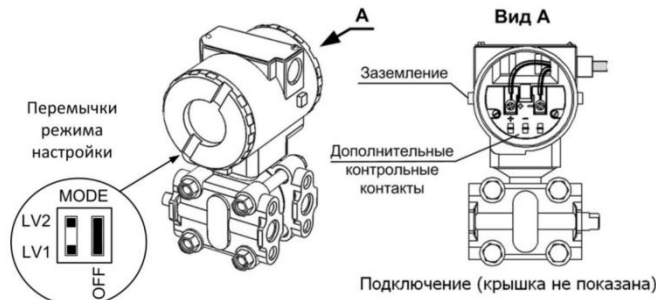

Рисунок 11. Расположение контактов на клеммной колодке и переключателей режима настройки под крышками.
5.19. Расположение контактов клеммной колодки показано на рис. 11.